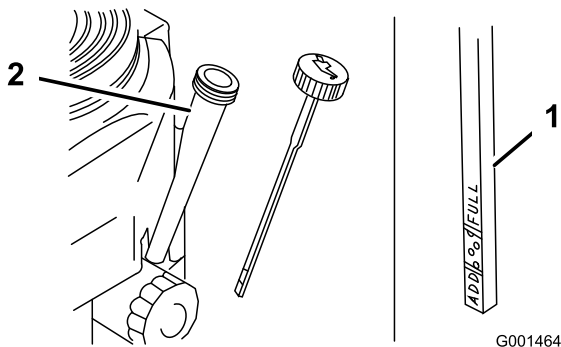

Bild 23
4. Reinigen Sie den Bereich um den Ölpeilstab (Bild 23), damit kein Schmutz in den Einfüllstutzen gelangen und den Motor beschädigen kann.
5. Schrauben Sie den Ölpeilstab heraus und wischen Sie das Metallende ab (Bild 23).
6. Schieben Sie den Ölpeilstab vollständig in den Einfüllstutzen (nicht in den Einfüllstutzen einschrauben) (Bild 23).
9. Gießen Sie ca. 80 % der angegebenen Ölmenge langsam in den Einfüllstutzen (Bild 23).